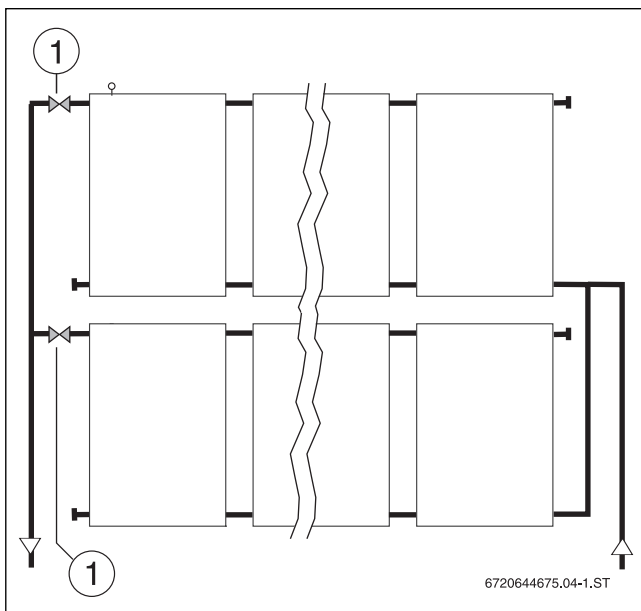

Fig. 69 Lavaggio di campi di collettori collegati in parallelo
- Nella mandata montare valvole d'intercettazione resistenti al glicole alle temperature (→ fig. 69, [1]).